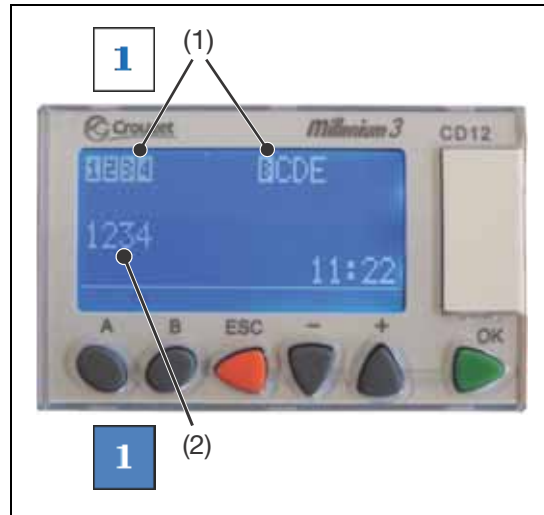

Fig. 15-17 : Etat des entrées et sorties
- B. Pour utiliser cette fonction, il faut maintenir l'appui sur la touche -. L'écran ci-contre apparaît. (“Fig. 15-17 :”)